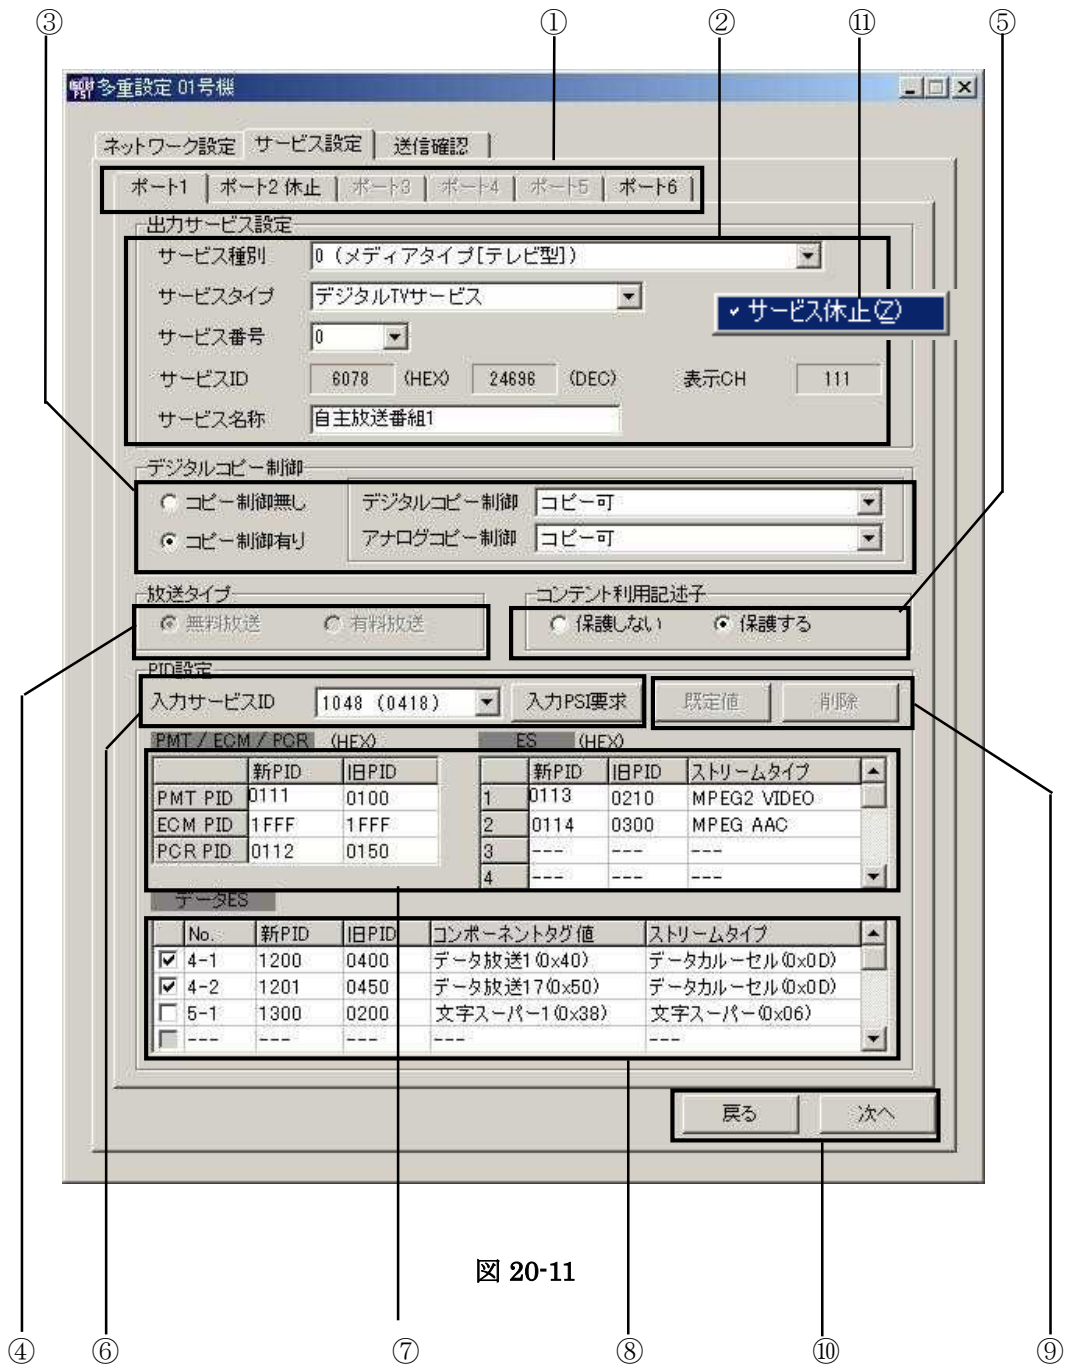
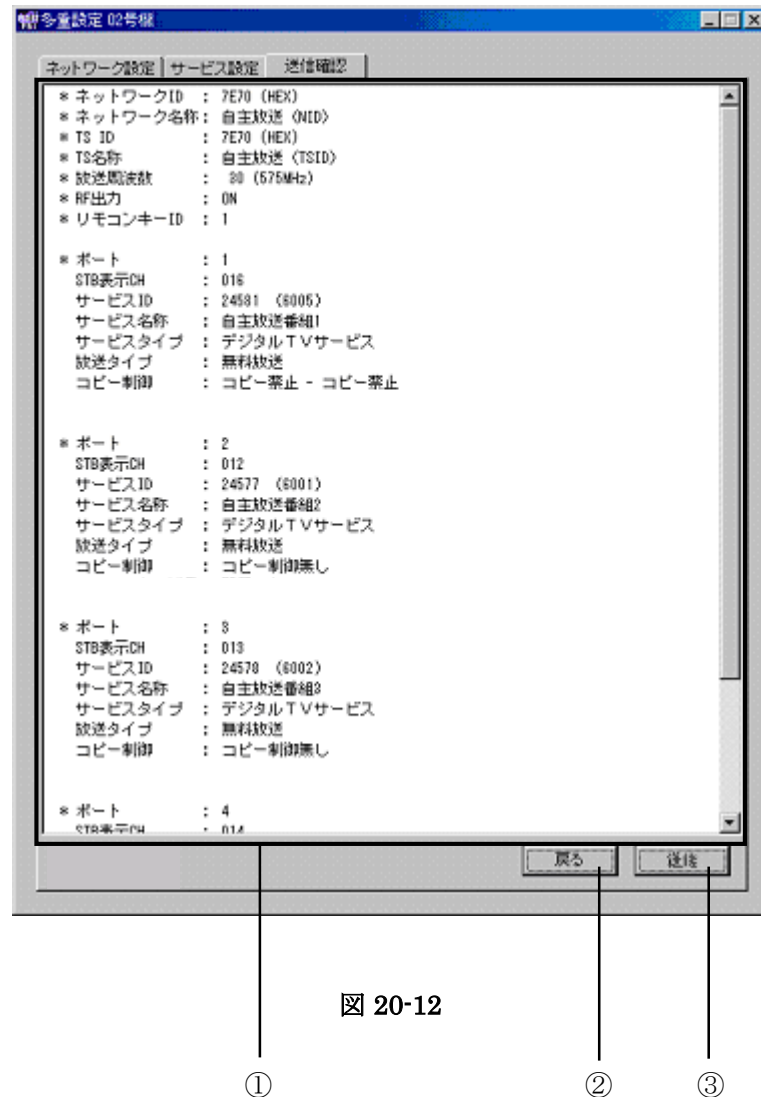

図 20-11
図 20-12
⑦ PID 一覧(入力サービス)
⑧ データ ES (追加 ES)
⑨ 既定値ボタン、削除ボタン
- 削除ボタンで画面内容をクリアした状態での多重設定送信できません。サービスを削除する場合は機器設定画面(図 20-8)のポート設定で未使用を選択し、多重設定送信(図 20-12③)を行ってください。
⑩ 戻るボタン、次へボタン
⑪ サービス休止
- サービス休止中になると画面がマスクされ、ポート選択タブ(図 20-11①)に休止中であることが表示されます
- サービスを削除する場合は機器設定画面で使用ポート設定(図 20-8)を未使用にし、多重設定(図 20-12③)の送信を行ってください。
(図 20-11 サービス設定画面から「次へ」を選択します。)